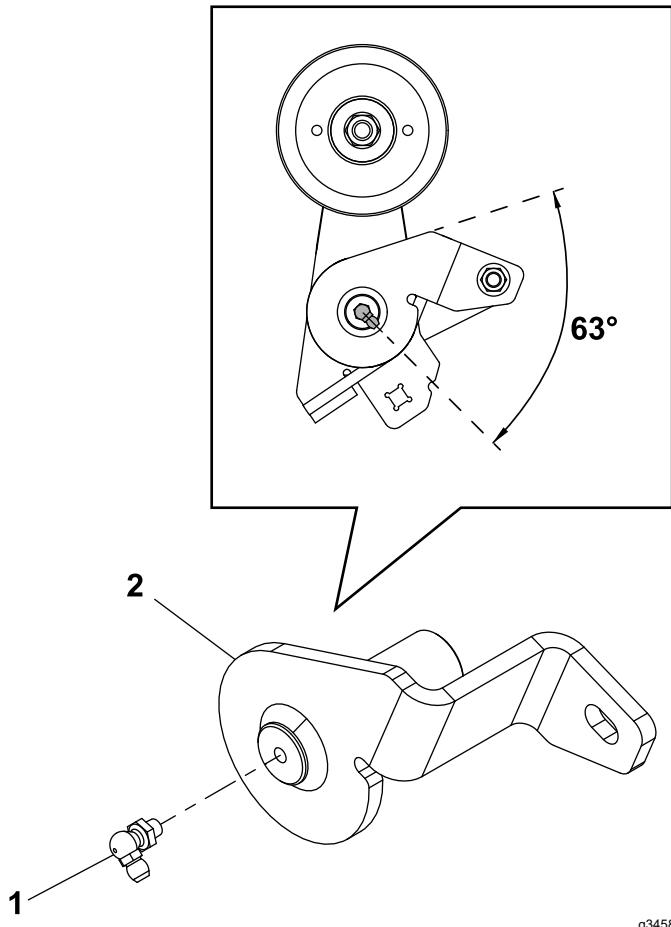

図 5
2. アイドラサポートに、図 5のようにグリスフィッティングを取り付ける。